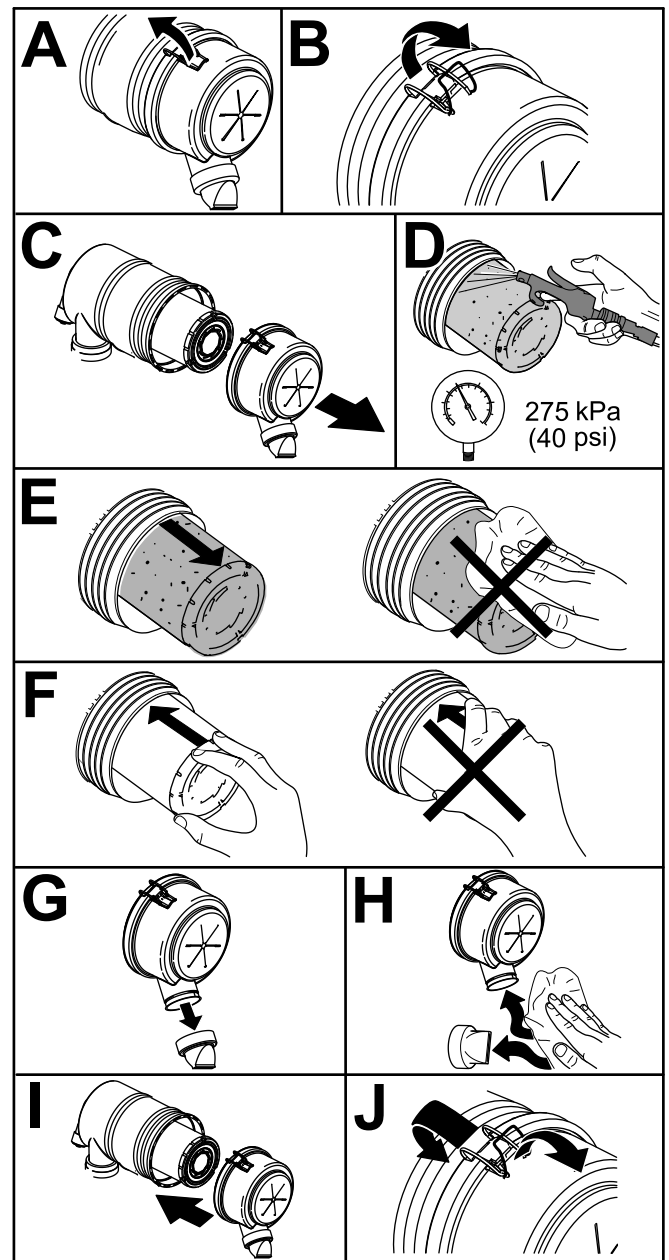

Bild 46
1. Tauschen Sie den Hauptluftfiltereinsatz aus (Bild 46).